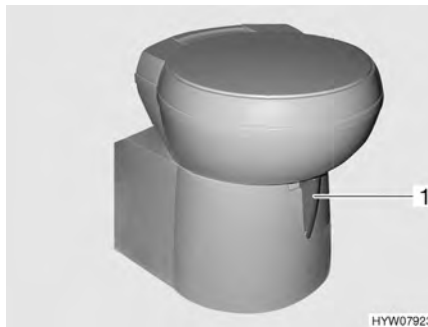

Bild 191 Thetford-toalettskål, svängbar
- Öppna spjället på Thetford-toaletten före spolning. Skjut för detta spjällspaken (Bild 191,1) moturs.
- Skjut spjällspaken (Bild 191,1) medurs. Spjället stängs. För att kunna tömma toaletten **måste** spjället vara stängt på Thetford-toaletten.